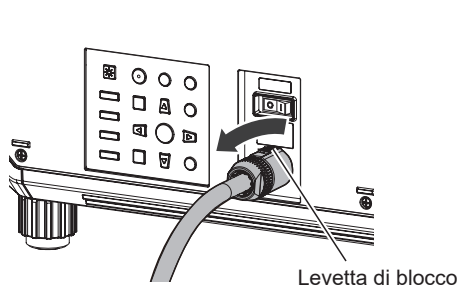

Fig. 1
- 2) Ruotare il connettore del cavo di alimentazione in senso anti-orario facendo scorrere la levetta di blocco verso di sé (Fig. 1) e rimuovere il connettore dal terminale del proiettore <AC IN> (Fig. 2).